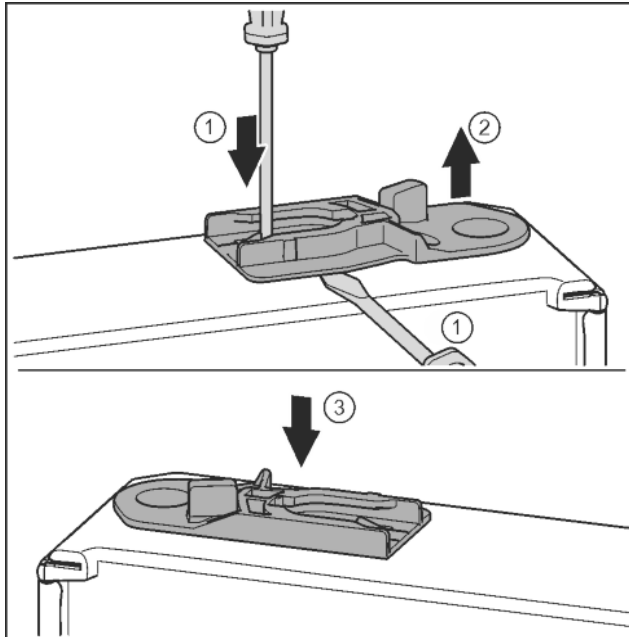

Fig. 30
- ▶ Führungsbuchse herausziehen: Lasche mit Schlitzschraubendreher drücken und gleichzeitig mit Schlitzschraubendreher unter Führungsbuchse fahren. *Fig. 30 (1, 2)*
- ▶ Im Lieferumfang beiliegende Führungsbuchse auf anderer Gehäusesseite einschieben. *Fig. 30 (3)*